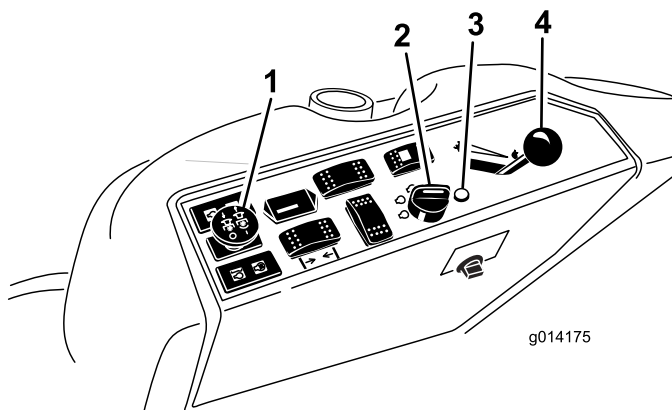

Figura 11
4. Mueva la toma de fuerza (PTO) a la posición Desengranada (Figura 11).
5. Ponga la palanca del acelerador en un punto intermedio entre las posiciones Lento y Rápido (Figura 11).